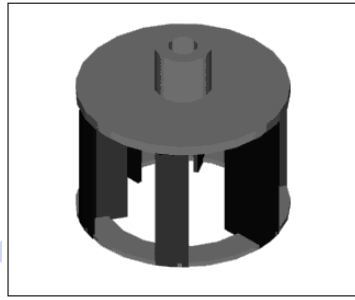

图 18-11
(8) 渲染处理。单击  按钮或者执行 `View→Render→Render` 命令，结果如图 18-11 所示。